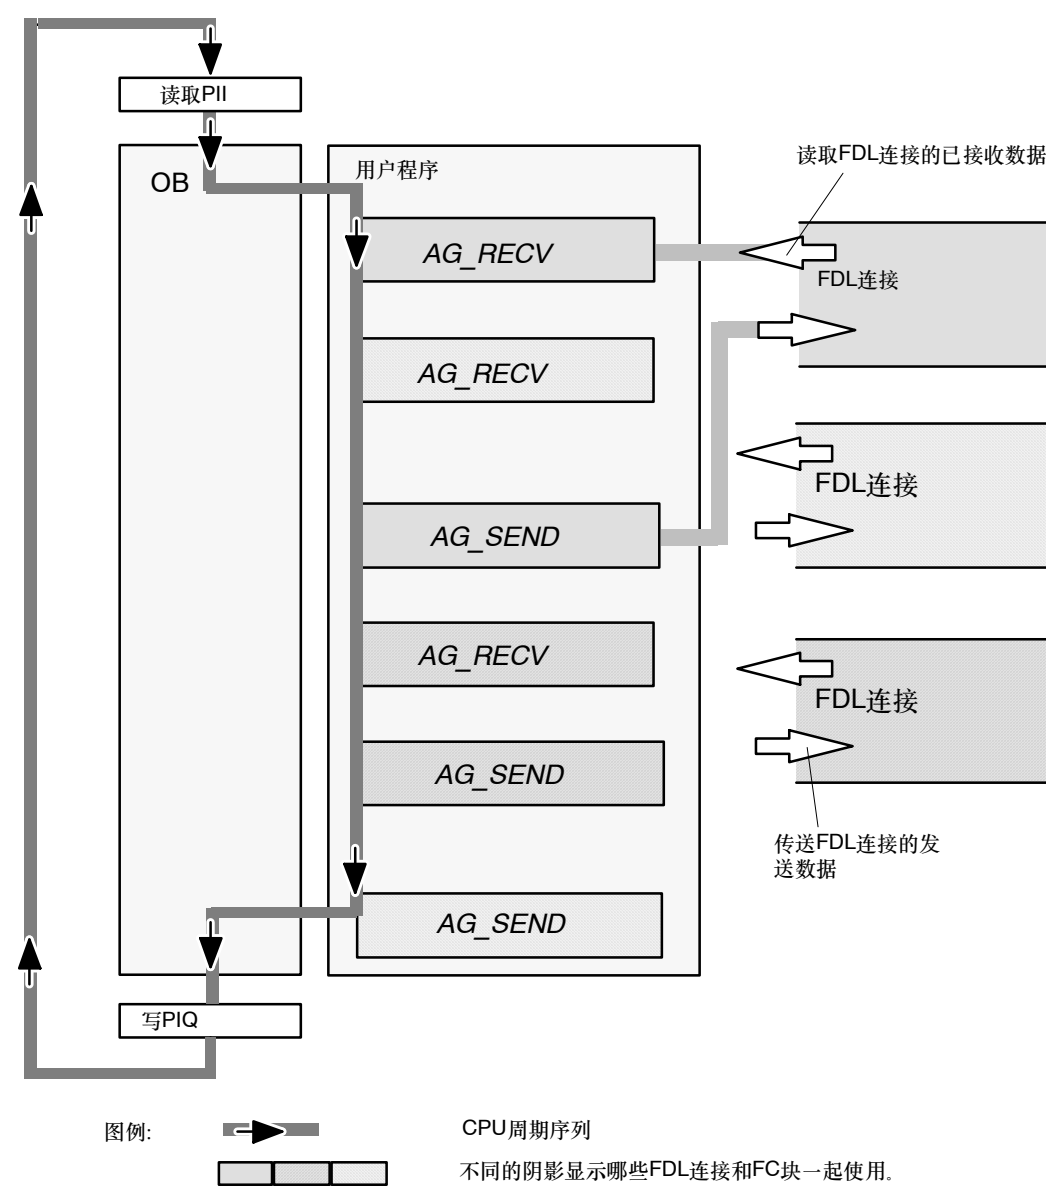

图7-9 CPU周期中FDL功能调用的典型顺序
- 包含任意个块的用户程序(OB、FB或FC)访问多个FDL连接。(图7-9阐述了三个连接)。